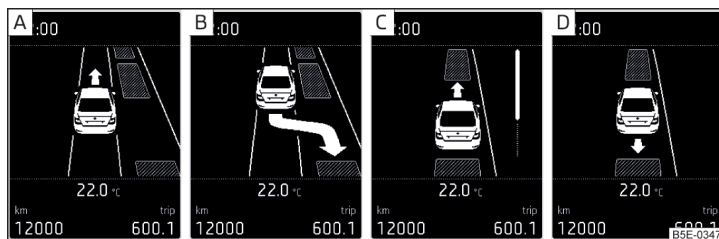

Fig. 165 Visualización en pantalla
Visualización en pantalla » fig. 165
Si el sistema encuentra una plaza de aparcamiento, entonces en la pantalla se muestra la plaza de aparcamiento » fig. 165 - [A].
- Avance hasta que se reproduzca el aviso en la pantalla » fig. 165 - [B].
- Si en la pantalla parpadea la flecha hacia delante » fig. 165 - [C], ponga la primera marcha o coloque la palanca selectora en la posición **D**.
- Si en la pantalla parpadea la flecha hacia atrás » fig. 165 - [D], conecte nuevamente la marcha atrás o coloque la palanca selectora en la posición **R**.